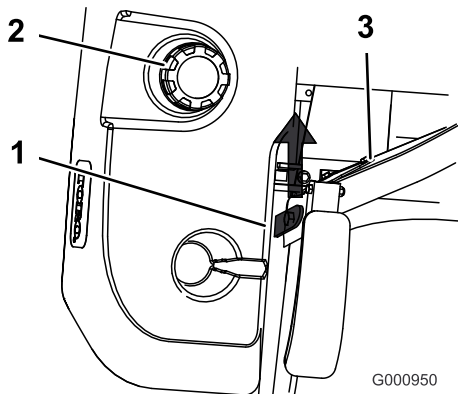

Figure 13
3. Soulevez le siège (Figure 13).